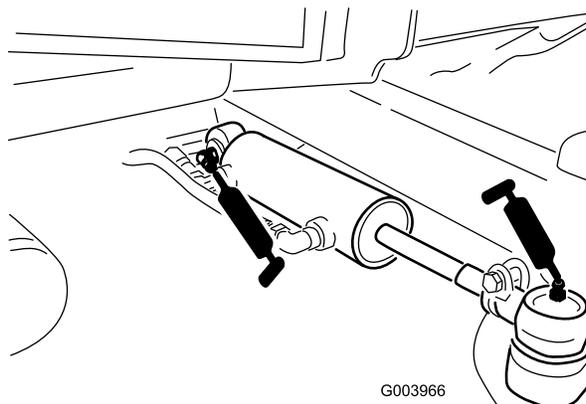

図 49
- ステアリングシリンダのボールジョイント 2ヶ所 (図 49)